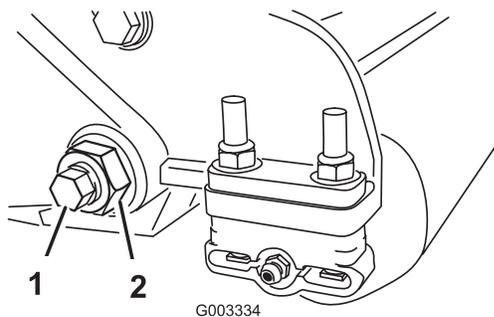
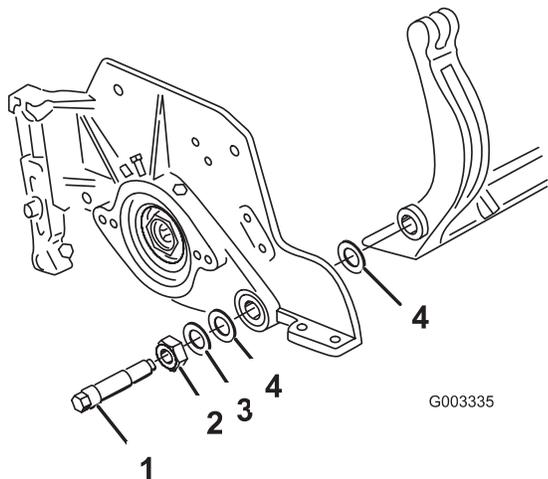

Bild 22
Bild 23
- Lösen Sie an jeder Seite der Maschine die Klemmutter, mit der die Schraube des Untermesserträgers befestigt ist (Bild 22).
- Nehmen Sie jede Schraube des Untermesserträgers ab, damit der Untermesserträger nach unten gezogen und von der Maschine entfernt werden kann (Bild 22). Bewahren Sie die beiden Nylon- und die beiden Scheiben aus gestanzten Stahl an jedem Ende des Untermessers auf (Bild 23).
- Befestigen Sie den Untermesserträger mit den Untermesserträgerschrauben (Muttern an den Schrauben) und den sechs Scheiben an jeder Seitenplatte. Legen Sie eine Nylonscheibe an jede Seite des Seitenplattenansatzes. Legen Sie eine Stahlscheibe außen auf jede Nylonscheibe (Bild 23). Ziehen Sie die Schrauben des Untermesserträgers auf 37-45 Nm an. Ziehen Sie die Sicherungsmuttern an, bis sich die Stahlscheibe außen nicht mehr dreht und kein Spiel am Ende vorhanden ist, ziehen Sie jedoch nicht zu stark an oder verbiegen Sie die Seitenplatten. Die Scheiben innen können einen Abstand aufweisen.